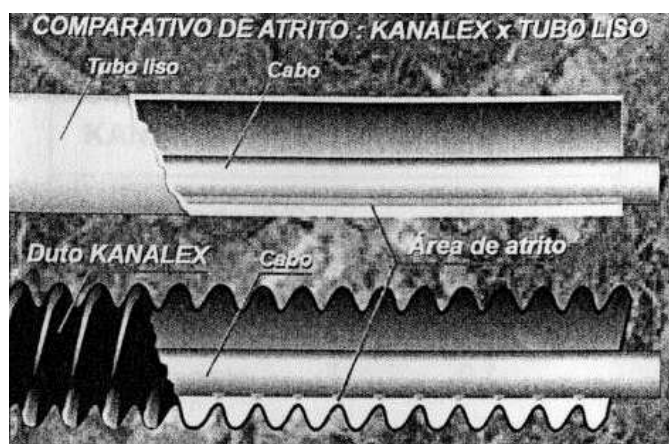

Figura 1
- Em razão do baixíssimo coeficiente de atrito entre duto e cabo, pode-se ampliar as distâncias entre as caixas de passagem ou de inspeção, reduzindo de forma acentuada, os custos de mão de obra e tempo de execução (Figura 1, Tabela 1).